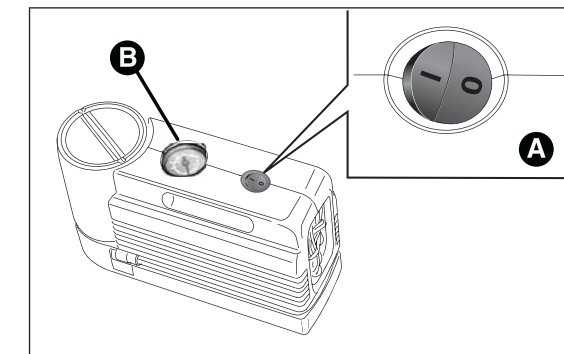
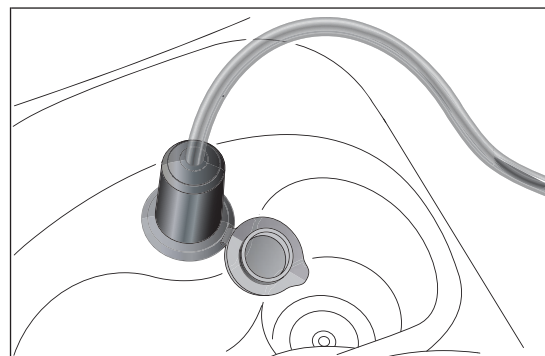

fig. 154
fig. 155
- s'assurer que l'interrupteur A fig. 154 du compresseur est en position 0 (éteint), démarrer le moteur, introduire la fiche dans la prise de courant située sur le tunnel central ou dans le coffre à bagages fig. 155 et actionner le compresseur en plaçant l'interrupteur A en position I (allumé). Gonfler le pneu à la pression indiquée dans